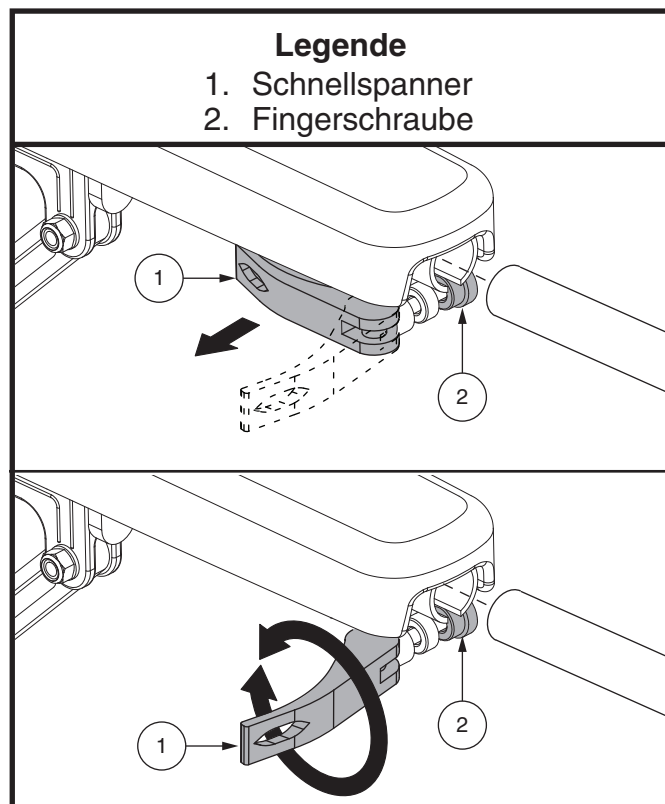
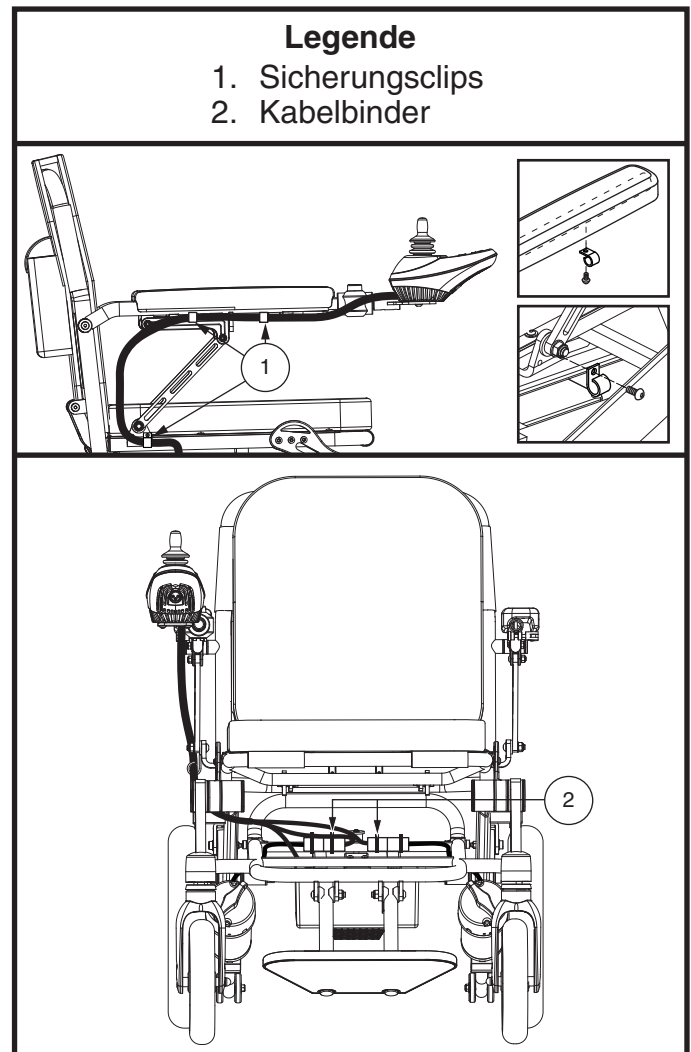

Abb. 6. Montage/Demontage von Armlehnenkomponenten
Abb. 10. Position des Steuerpults
4. Stecken Sie die Steuerung in die Armlehne und ziehen die Fingerschraube an. Ziehen Sie anschließend den Schnellspanner fest. **Siehe Abb. 6.** Hängen das Kabel der Steuerung in die Sicherungscips ein. **Siehe Abb. 10.**
3. Lösen Sie den Schnellspanner und dann die Fingerschraube. Entfernen Sie anschließend die Steuerung von der Armlehne. **Siehe Abb. 6.**
3. Haken Sie das Kabel der Steuerung aus den Sicherungsclips aus. Entfernen Sie die Sicherungsclips und bringen diese an der anderen Seite an. **Siehe Abb. 10.**
11. Befestigen Sie das Kabel der Steuerung mit Kabelbindern am Rahmen und hängen es in die Sicherungsclips ein. **Siehe Abb. 10.** Stellen Sie sicher, dass die Armlehne frei angehoben und abgesenkt werden kann, ohne dass das Kabel belastet wird, damit sich die Sicherungsclips nicht lösen.